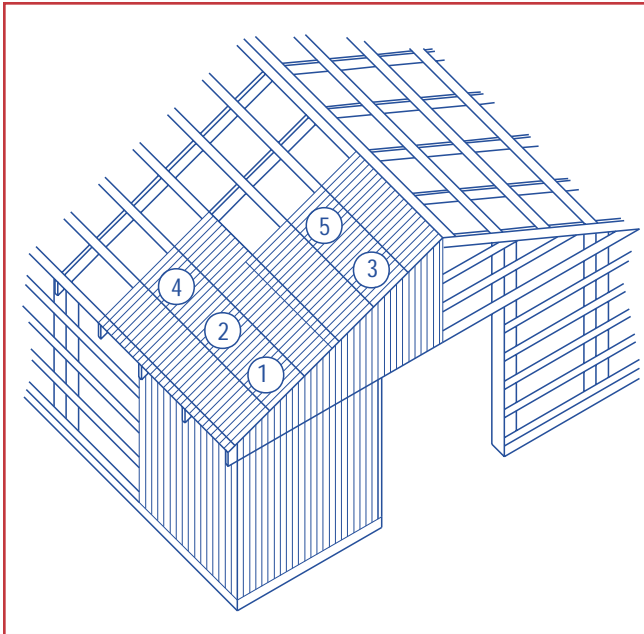

FIGURE 8 Sequence à suivre pour la pose des panneaux à toiture
e) Les chevauchements d'extrémité doivent être d'au moins 6 po et se situer au niveau des pannes pour fin d'appui. Posez les tôles une à la fois depuis l'avant-toit jusqu'au faîte avant de commencer la seconde rangée (Figure 8). On doit attendre de poser la prochaine rangée avant de fixer les chevauchements. Sauf pour les bâtiments de grandes dimensions, une seule tôle suffit pour couvrir la surface entre l'avant-toit et le faîte, sans chevauchement requis.